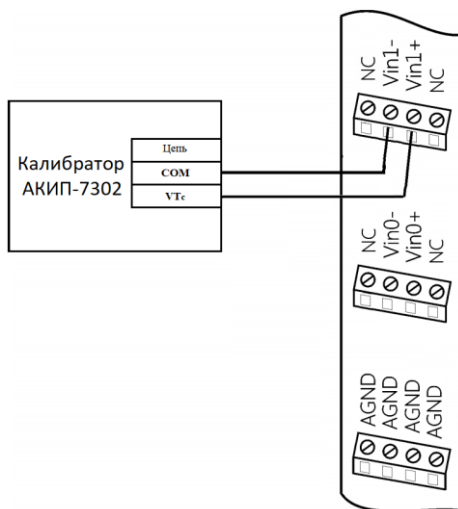

Рис. 5.5. Подключение калибратора к модулю NT-2TI-2АО
- подключить калибратор к калибруемому каналу модуля (рис. 5.5);